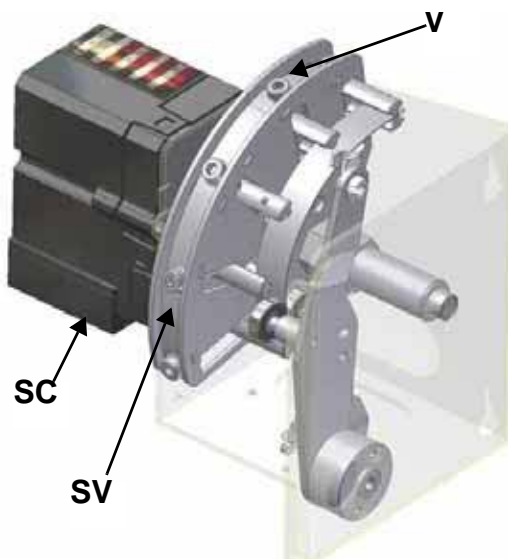

Рис. 46
При испытаниях на заводе-изготовителе, положение дроссельного клапана, воздушной заслонки в режиме малого пламени и настройки сервопривода устанавливаются на средние значения. Регулирование воздуха горения осуществляется с помощью сервопривода **SC** (См. Рис. 46). Сервопривод должен быть всегда повернут на 90° (см. следующий параграф), при любой настройке большого и малого пламени.
- 3 на большом пламени и с сервоприводом в положении 90° найти винт **V** варьируемого сектора **SV** (Рис. 46), соответствующий подшипникам, которые скользят по пластинке и соответствуют положению сервопривода
Примечание: Если необходимо изменить мощность горелки в режиме малого пламени, необходимо воздействовать напрямую на соответствующий кулачок сервопривода (см. следующий параграф). После этой операции проверить расход газа и анализы уходящих газов через штуцеры по отбору давления, описанные на стр.... При недостатке или избытке воздуха воздействовать на винты **V** варьируемого сектора (Рис. 46) в соответствии с точкой регулирования воздуха в режиме малого пламени (откручивая - расход увеличивается, закручивая - расход уменьшается).